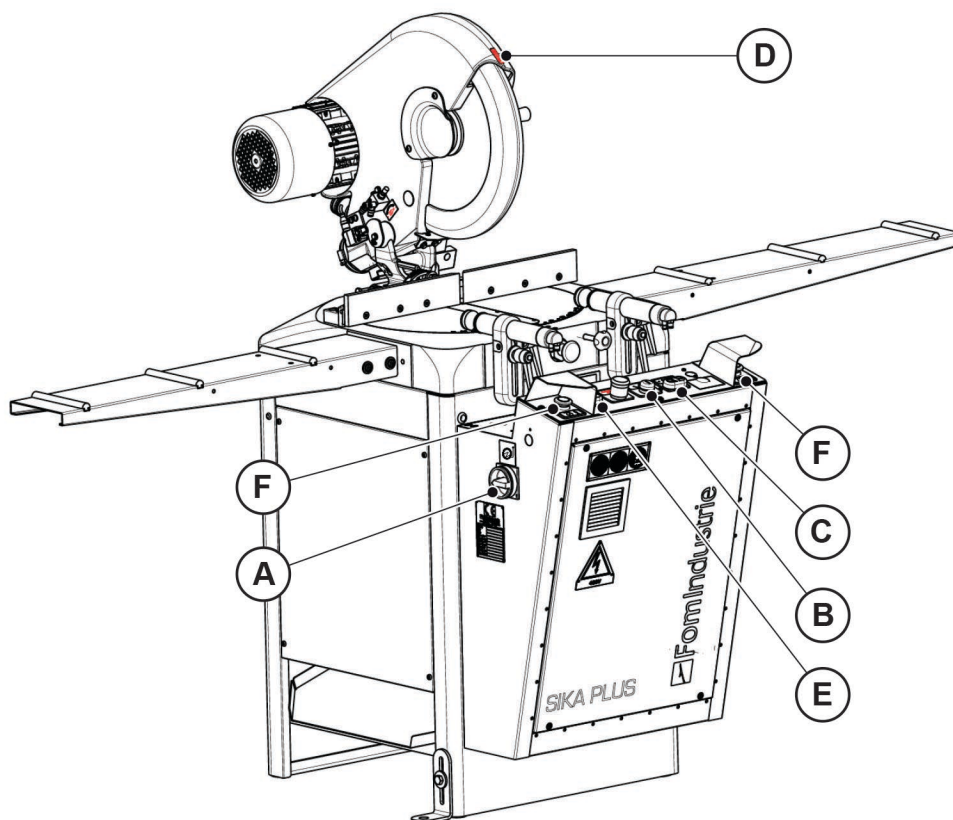

Fig. 08-01
- 1 Poner el interruptor general "A" (Fig. 08-01) en la posición "I".
- 2 Habilitar el funcionamiento de la máquina accionando el pulsador luminoso "B" (Fig. 08-01) (pulsador de luz blanca).
Antes de efectuar cualquier operación, controlar que el disco gire en la dirección correcta presionando el pulsador verde "C" (Fig. 08-01) para el arranque del motor y, enseguida, el pulsador rojo "C" para su parada.
El sentido de rotación correcto del disco también puede controlarse observando la placa con la flecha derecha aplicada en el cárter del cabezal "D" (Fig. 08-01).
- 3 Emplazar el perfil sobre la mesa de trabajo y sujetarlo mediante las mordazas horizontales presionando el pulsador blanco "E" (Fig. 08-01).
- 4 Presionar el pulsador verde "C" para encender el motor; y luego simultáneamente los pulsadores "F" (**Fig. 08-01**) para accionar el descenso del disco para la operación de corte.